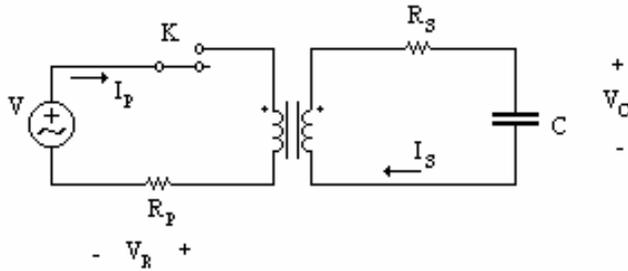

Figura 8.4 - Circuito para obter a curva B x H
- a) Monte o circuito da figura 8.4 tendo o cuidado de manter a chave K aberta e utilizando a própria rede ($V=220V$) como fonte de tensão alternada;